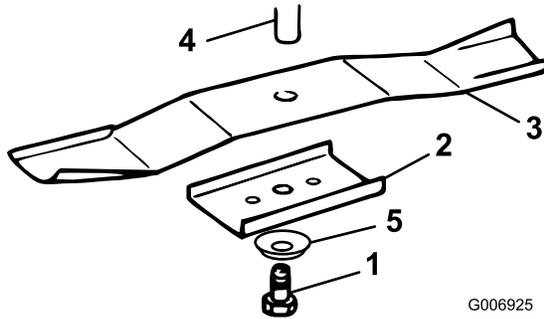

Bild 30
3. Entfernen Sie die Schraube (5/8 Zoll-Schlüssel), Wellenscheibe, den Halter und das Schnittmesser (Bild 30). Sie können einen Holzklötzchen zwischen das Schnittmesser und das Mähwerk keilen, um das Schnittmesser beim Entfernen der Schraube zu blockieren.
1. Montieren Sie das Schnittmesser, den -halter, die Wellenscheibe (Schalenseite zum Messer) und die Messerschraube (Bild 30).